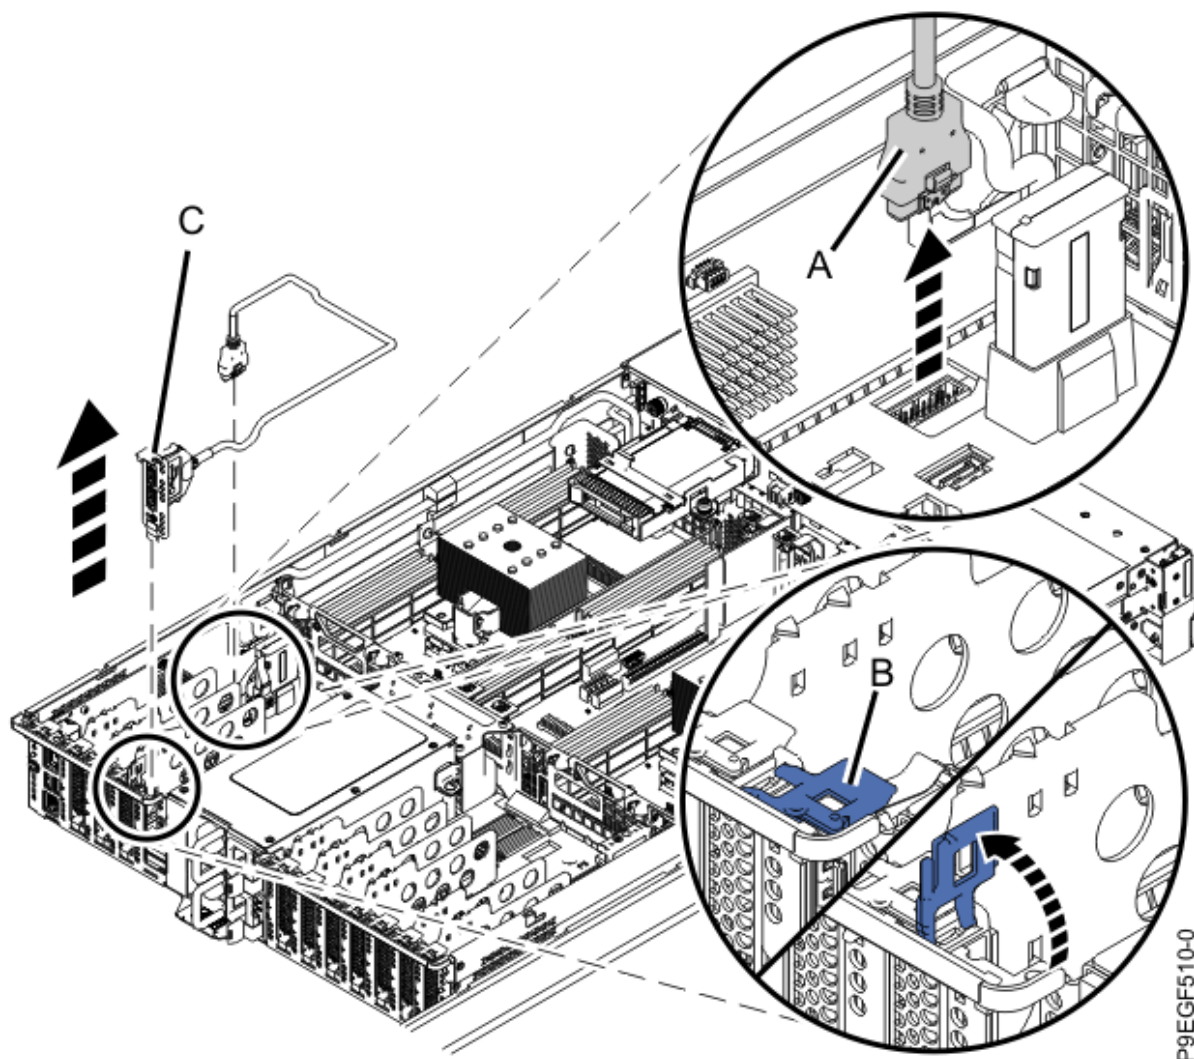

Figura 5. Remover o cabo USB posterior
3. Ao premir o trinco de libertação do conector, desligue o cabo USB posterior (**A**) do painel posterior do sistema, conforme demonstrado em Figura 5 na página 7.
4. Na parte posterior do sistema, abra a patilha do adaptador **(B)** e levante a caixa de cabos USB **(C)** conforme demonstrado em Figura 5 na página 7.